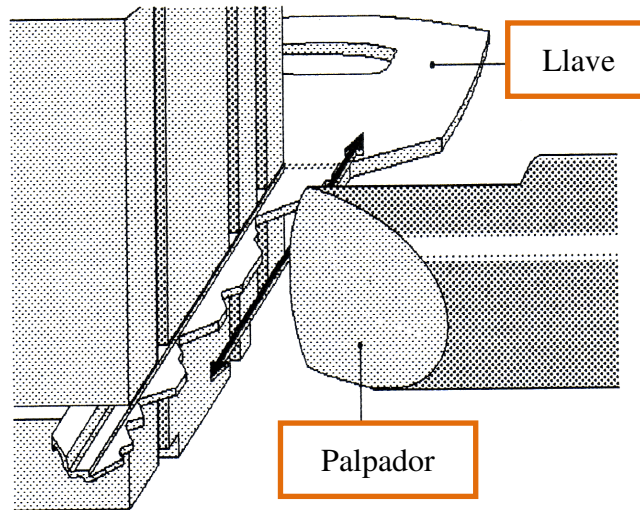

Figura 47
- 7) Para el duplicado de llaves de serreta (carro izquierdo), agarre firmemente el mango del carro (ver sección “Conozca su máquina” en página 5), impulse el carro hacia adelante hasta colocar suavemente el palpador en el extremo de la llave original (junto al tope de la llave) y, lentamente, desplace el carro hacia la izquierda siguiendo el perfil de la llave, de forma que la fresa, a su paso, vaya realizando un corte en la llave en bruto (ver figura 47). En caso de que la llave original presente dientes (cortes) muy profundos, se recomienda realizar el duplicado en varias pasadas.